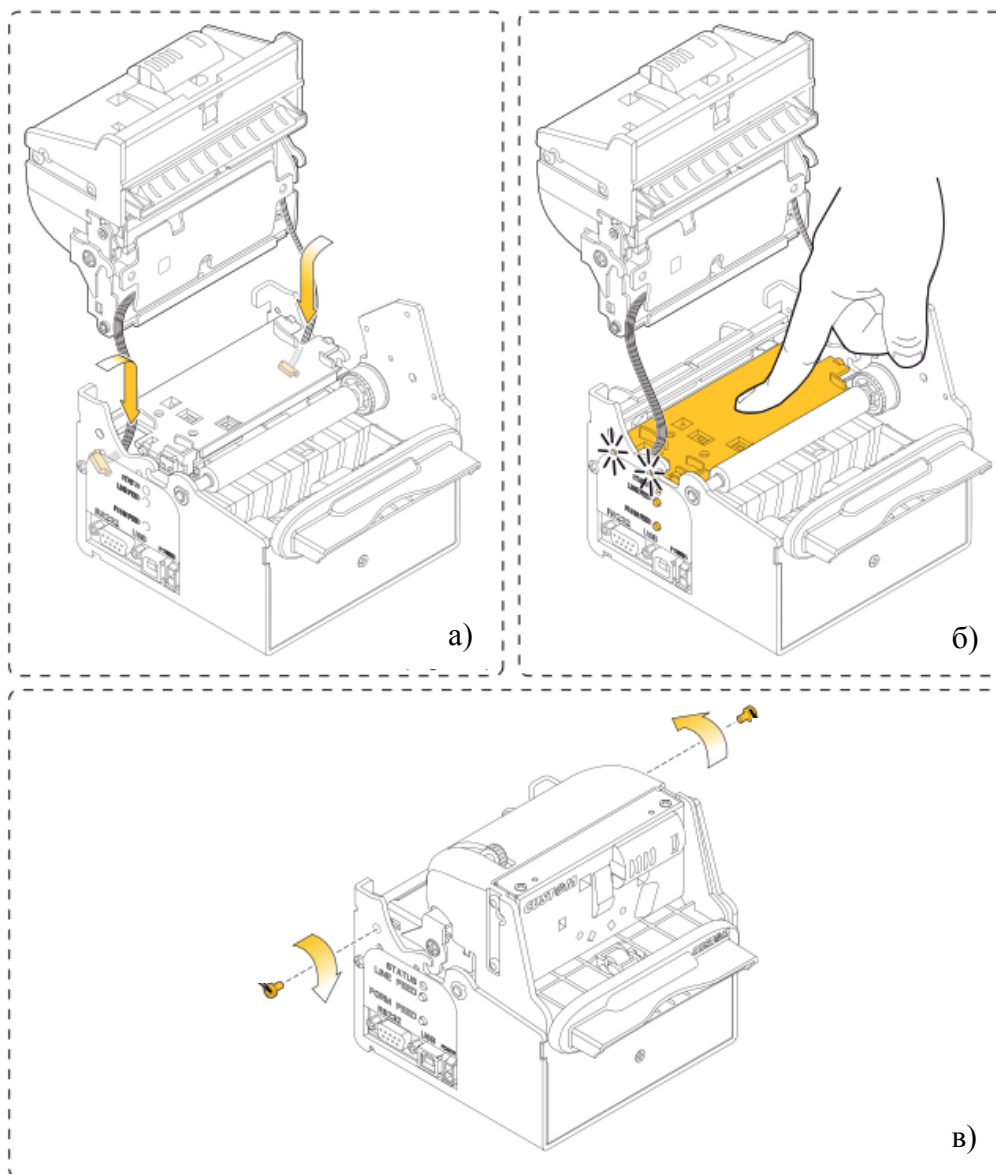

Рисунок 5.6 – Присоединение верхней крышки принтера
- просунуть разъемы кабелей и жгутов механизма автоотрезки и механизма термопечати в пазы нижней направляющей ленты (Рисунок 5.6 а)), установить нижнюю направляющую ленты в шасси принтера и надавить на нее так, чтобы четыре выступа встали в отверстия на боковых стенках шасси принтера (Рисунок 5.6 б));
- слегка раздвинув боковые стенки шасси принтера, вставить ось вращения верхней крышки в гнезда на боковых стенках шасси принтера (Рисунок 5.6 в)) и закрутить два винта (усилие крутящего момента 80 сН х м).